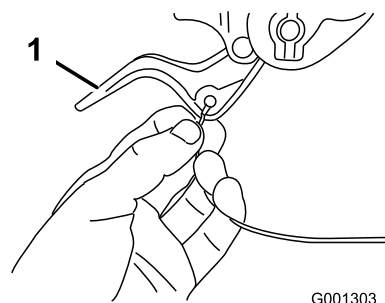

Figure 6
2. Faites passer l'extrémité du câble gauche ou droit par-dessus la partie inférieure du guidon et insérez-la dans le trou du levier de débrayage de roue correspondant (Figure 6).